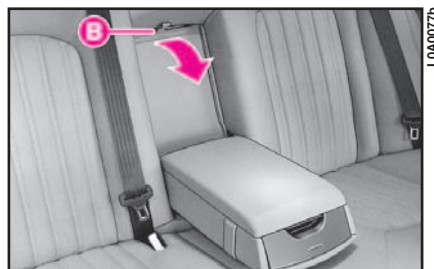

fig. 205
2) Abbassare il rivestimento tirando l'impugnatura **B** (fig. 205).